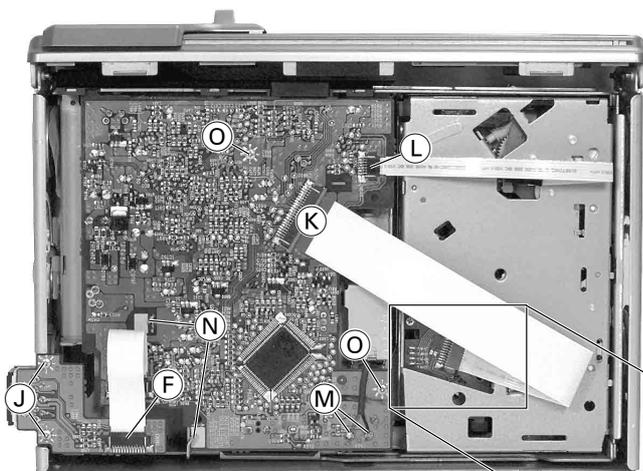

Fig. 4
- Flexprintstecker (F) (Fig. 4) öffnen.
- 2 Schrauben (J) (Fig. 4) heraus-schrauben und Anschlussplatte abnehmen.
5. Hauptplatte ausbauen (Fig. 4)
- Open flexprint connector (F) (Fig. 4).
- Undo 2 screws (J) (Fig. 4) and take out the connection board.
5. Removing the main board (Fig. 4)